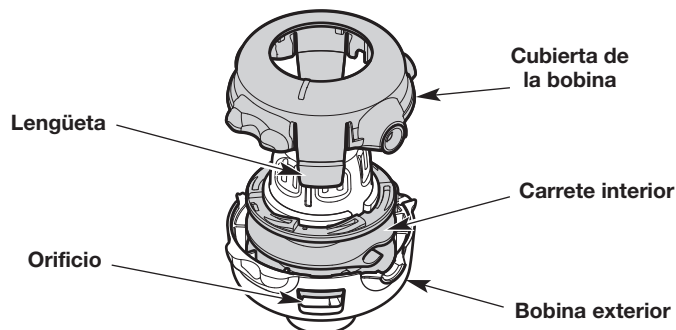

Fig. 22
- c. Suavemente incline el destornillador para destrabar la lengüeta del orificio (Fig. 22).
- e. Retire la cubierta de la bobina (Fig. 22). **NO** intente extraer ninguna otra pieza del cabezal de corte.
- g. Utilice una tela limpia para limpiar el carrete interior, la bobina exterior y la cubierta de la bobina (Fig. 22).
- h. Se deben alinear las lengüetas de la cubierta de la bobina con los orificios de la bobina exterior (Fig. 22). Oprima la cubierta de la bobina sobre la bobina exterior hasta que las lengüetas entren a presión firmemente en los orificios.